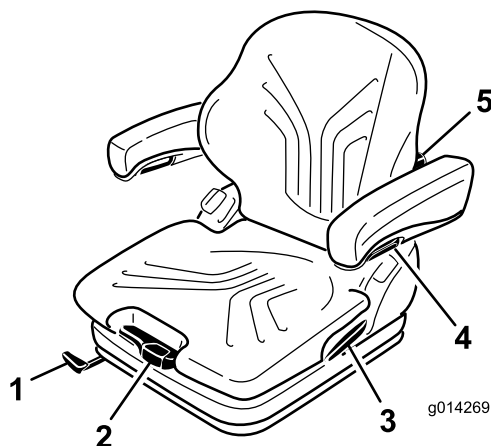

図 31
そして、体重調整レバーを使って、運転する人の体重に合わせます(図 31)。
1. 調整は、レバーを引き上げてシートのロックを解除して行います(図 31)。
調整ノブを上に戻すと背もたれの上部の湾曲の調整ができます。調整ノブを下に戻すと背もたれの下部の湾曲の調整ができます(図 31)。
アームレストの高さを調整するには、カバーについている丸いキャップ(図 31)を外し、裏側にある六角ナット(13 mm)をゆるめて高さを調整し、その位置でナットを締めつけます。ナットにキャップを取り付けます。
アームレストの角度はノブを回して調整します(図 31)。
ロックレバーを引いてバックレストキャッチを外します図 31。この時、背もたれにもたれかかるなどして力を掛けないようにしてください。